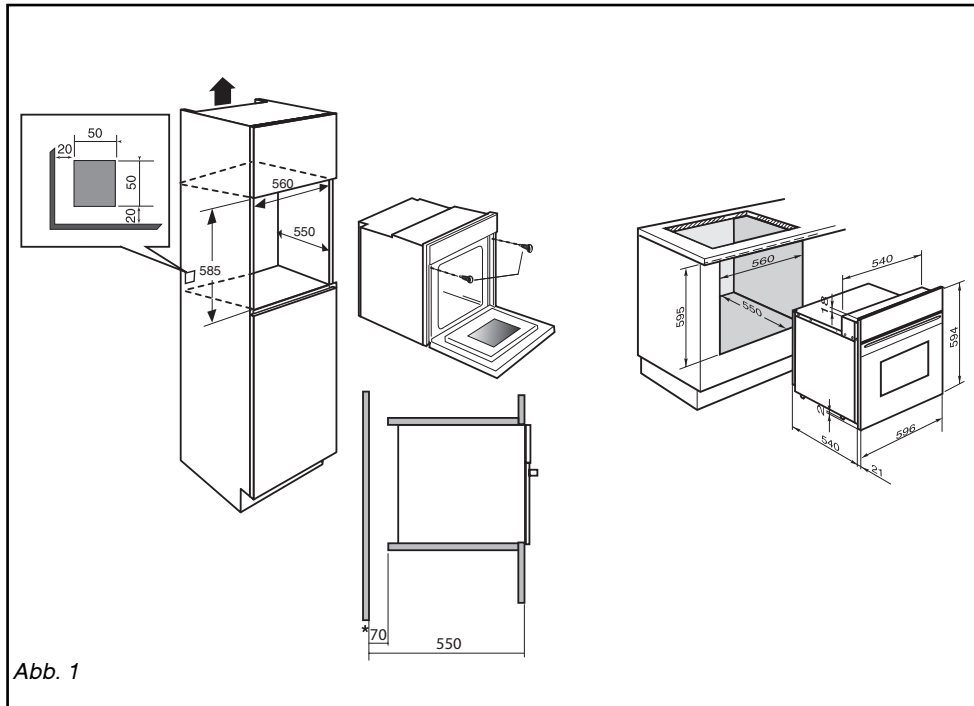

Abb. 1
- Um die Stabilität zu erhöhen, den Ofen mit 2 Schrauben in den dazu vorgesehenen Bohrungen in den Seitenwänden fixieren (Abb. 1).